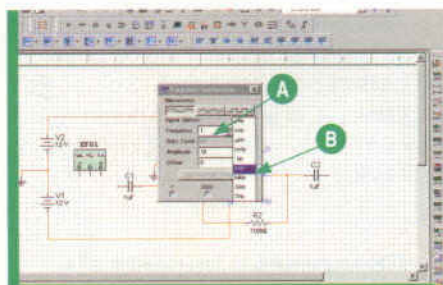

Figura 5 - Selecionando frequência e amplitude
O próximo passo será selecionar a frequência e a amplitude. Para isso, indo à caixa "Hz" (A) podemos clicar na barra de rolagem que aparece nela quando posicionamos o mouse no lado direito, escolhendo "kHz", de acordo com a **figura 5**.